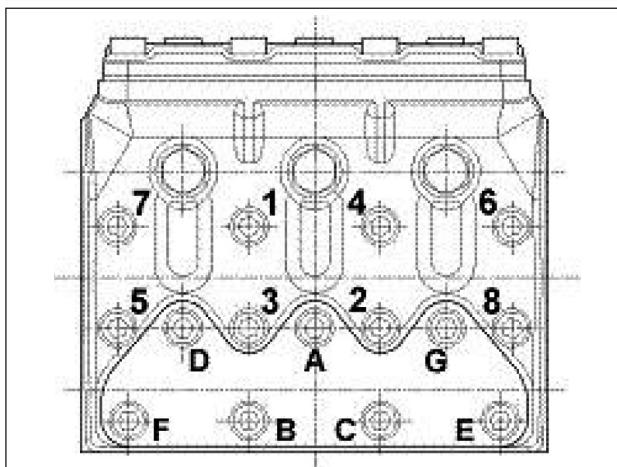

Abb. 24
** Die Befestigungsschrauben des Kopfes, Pos. 39 (65-KFR) der Explosionszeichnung, müssen mit einem Drehmomentschlüssel bei Schmierung des Gewindeschafis in der vorgegebenen Reihenfolge festgezogen werden, siehe Schema in Abb. 24.
*** Die Befestigungsschrauben der Ventildeckel, Pos. 40 (61-KFR) der Explosionszeichnung, müssen mit einem Drehmomentschlüssel bei Schmierung des Gewindeschafis in der vorgegebenen Reihenfolge festgezogen werden, siehe Schema in Abb. 24.